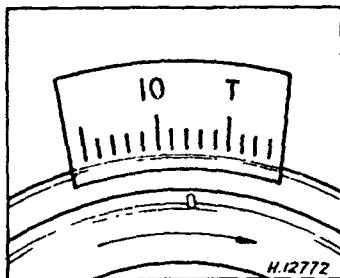

Рис. 11.6. Метки углов опережения (большинство моделей Mazda)
- Проверьте базовую установку опережения. Обратитесь к техническим данным в начале главы (см. рис. 11.6).